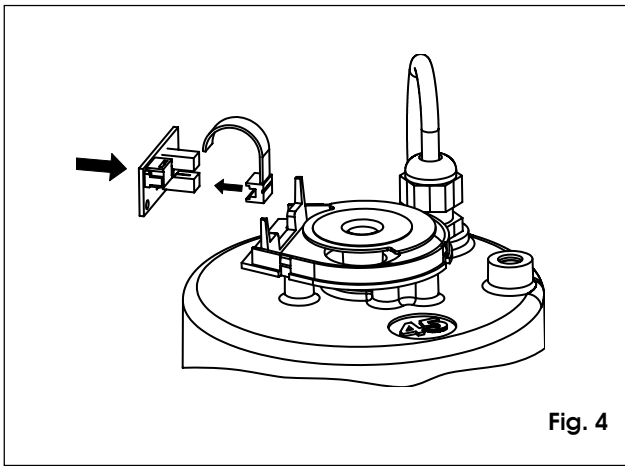

Fig. 4
- 4) Fissare la scheda elettronica sul supporto ed innestare il cavo nell'apposito connettore, come da fig. 4.
- 4) Secure the control board on the support and fit the cable in the appropriate connector, as shown in figure 4.
- 4) Fixer la platine électronique sur le support et brancher le câble sur le connecteur spécifique, d'après la fig. 4.
- 4) Fije la tarjeta electrónica en el soporte y acople el cable en el correspondiente conector, como se indica en la fig. 4.
- 4) Die elektronische Karte auf dem Halter befestigen und das Kabel in den entsprechenden Stecker einstecken, wie in Abb. 4 gezeigt.